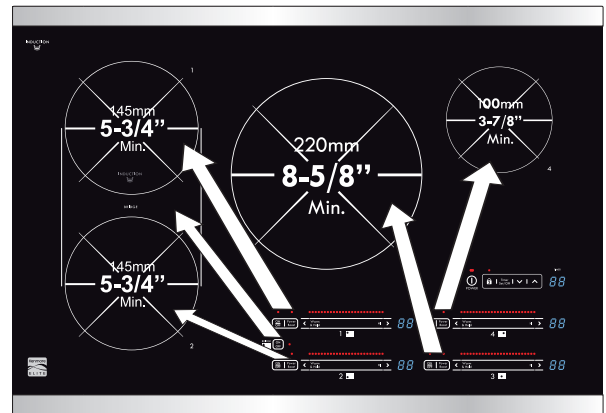

Fig. 8
- L'ustensile est plus petit que la grandeur minimale requise pour la zone de cuisson utilisée (Figs 8 & 9).
- L'ustensile est de diamètre semblable ou supérieur à la zone de cuisson (Figs 8 & 9).
Les zones de cuisson requièrent des ustensiles de dimension **MINIMALE** différente, vérifiez chacune des zones pour connaître la dimension minimale acceptée (Figs. 8 & 9).
La surface de cuisson à induction possède des zones de cuisson conçues pour l'utilisation de différents grosseurs d'ustensiles. Assurez-vous de rencontrer les dimensions minimale et maximale requises (Figs. 8 & 9) pour la zone de cuisson utilisée et pour la quantité de nourriture à préparer. Placez l'ustensile et la nourriture à cuire sur la zone de cuisson **AVANT** de régler le contrôle de la zone.